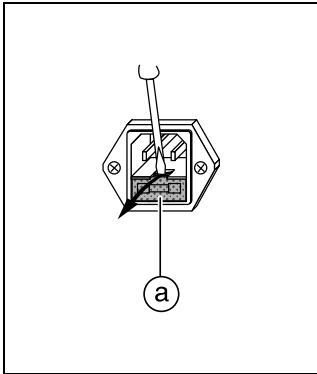

Fig. 3.1
Einsatz ① mit Fassung für Primärschmelzsicherung ② und Reservesicherung ③ heraushebeln (Fig. 3.1).
Pry out insert ① with holder for primary fuse ② and spare fuse ③ (Fig. 3.1).